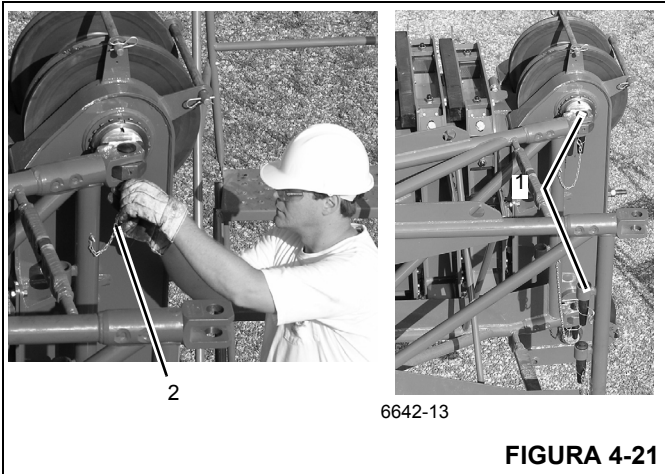

FIGURA 4-21
11. Saque los pasadores (1, Figura 4-21) que están almacenados en la extensión e instálelos en los orificios (en el lado derecho de la punta de la pluma) y fíjelos con pinzas de retención (2).